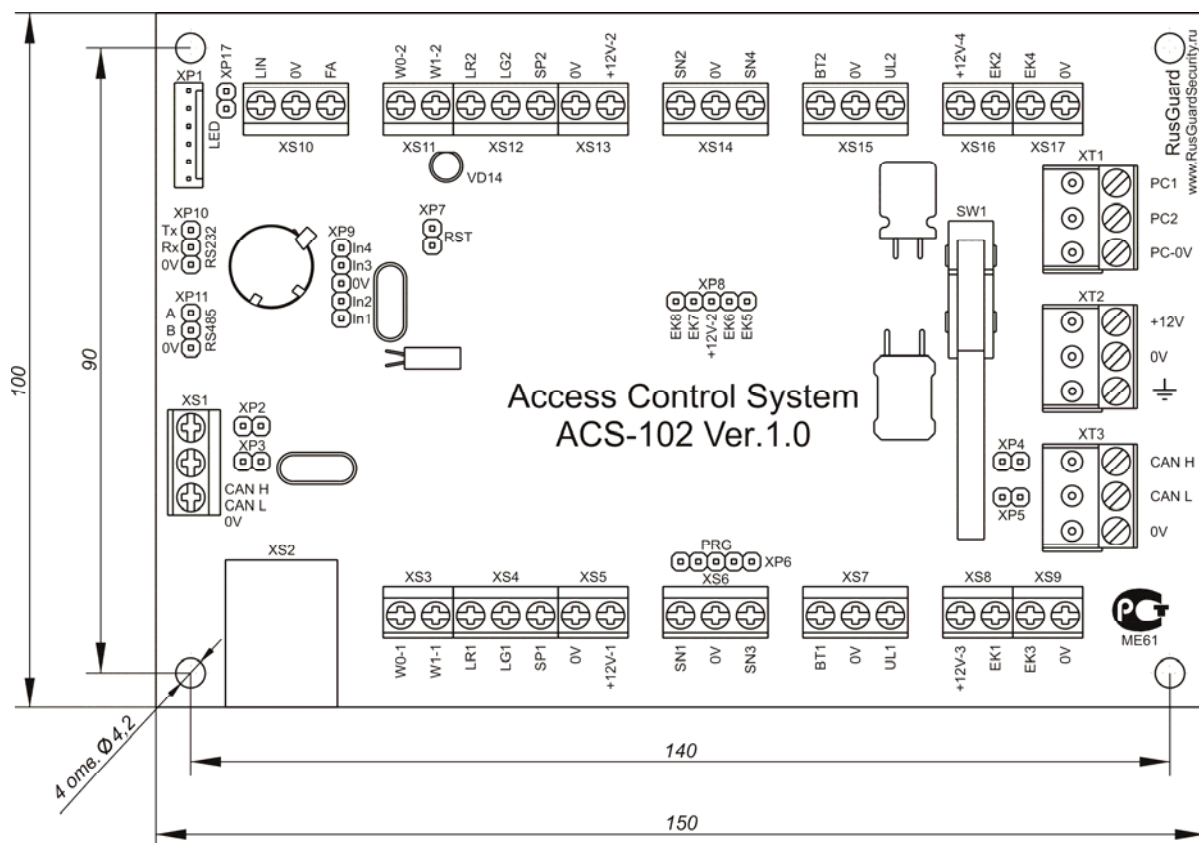

Рис. 1.1 Плата контроллера ACS-102-CE
1.3.1 Чертеж платы контроллера изображен на Рис. 1.1